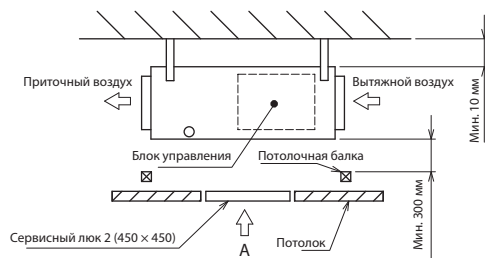

Рис. 1
- 1) Если под внутренним блоком, между блоком и потолком, есть свободное пространство 300 мм или более (Рис. 1)